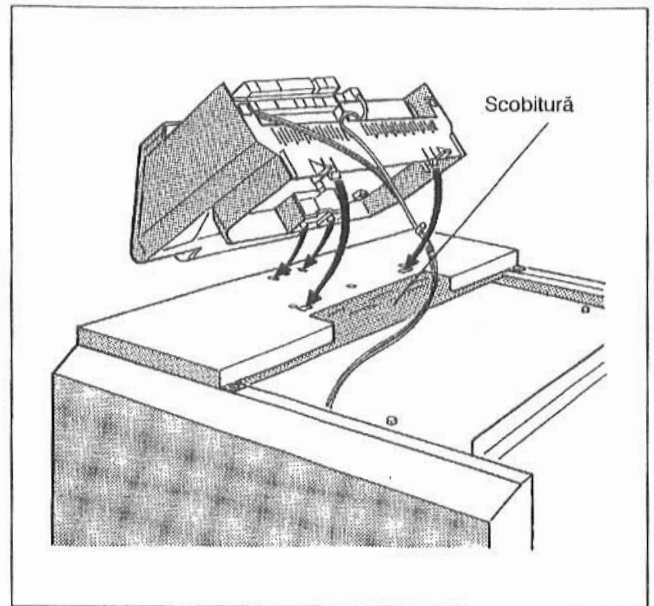

Fig. 7: Așezarea aparatului de reglare
- Aparatul de reglare se va așeza pe capota frontală de acoperire a cazanului în așa fel încât cârligele de la partea de jos a aparatului de reglare să intre în găurile ovale (Fig. 7). Conductele capilare ale sensorului de temperatură și, la reglarea "Ecomatic", conducta sensorului de măsurare a temperaturii apei cazanului se va așeza în scobitură din capota frontală a cazanului (Fig. 7).
- Aparatul de reglare se va apleca în față și se va apăsa în jos până când ambele cârlige elastice au intrat în găurile din spate (Fig. 7).